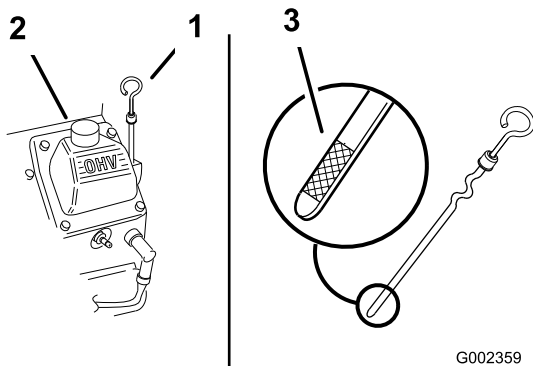

Figure 31
4. Nettoyez la surface autour de la jauge d'huile (Figure 31) pour éviter que des impuretés ne s'introduisent dans le goulot de remplissage, ce qui risquerait d'endommager le moteur.
5. Retirez la jauge d'huile et essuyez soigneusement son extrémité (Figure 31).
6. Remettez la jauge au fond du tube de remplissage, mais sans la visser (Figure 31).
7. Versez avec précaution environ 80% de la quantité d'huile spécifiée dans le goulot de remplissage (Figure 31)